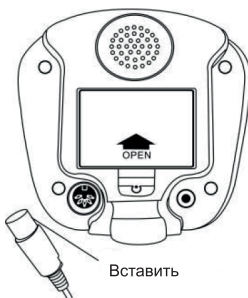

Рис.5
5. Намотайте кабель поисковой катушки на алюминиевую штангу, не слишком туго и не слишком слабо, чтобы он не болтался. Вставьте разъем кабеля в нижний правый разъем блока управления, совместив с пазом, и вставьте до упора (см. рис. 5). Внимание: тяните не за кабель, а за разъем.